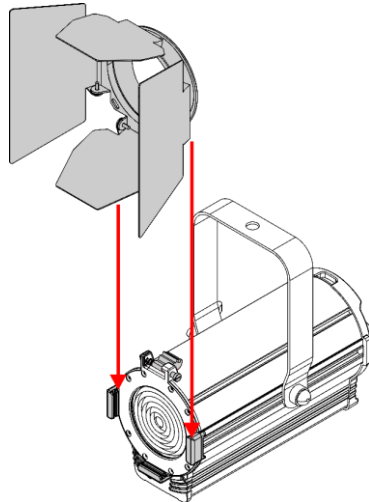

Abb. 08
- 02) Schieben Sie die Barndoor in die **Farbrahmenhalterungen (04)** (siehe Abb. 08).